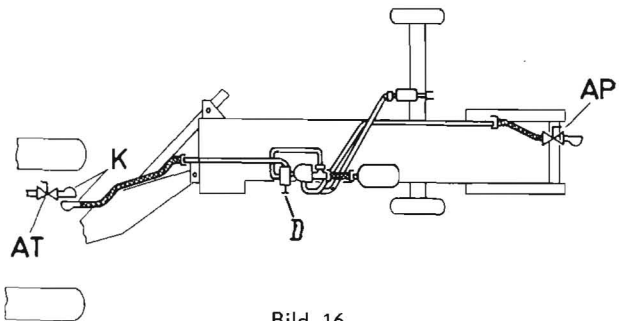

Bild 16
- Anschluß der Bremsanlage an den Traktor (Bild 16 – Bremsanlage mit Anhängerbremsleitung)
Zuerst ist festzustellen, ob der Absperrhahn am Traktor bzw. an der Hochdruckpresse geschlossen ist. Nach Öffnen der Stoubdeckel der Kupplungsköpfe können beide gekuppelt werden. Der Stift des Kupplungskopfes an der Hochdruckpresse greift dabei in das Ventil des Kupplungskopfes am Traktor. Der Absperrhahn am Traktor ist zu öffnen (Bild 16). Die Bremsanlage ist einsatzbereit. Nach dem Ankuppeln der Hochdruckpresse an den Traktor ist die Handspindelfeststellbremse zu lösen.
Es dürfen nur Anhänger benutzt werden, die eine eigene pneumatische Bremsanlage besitzen. Die Kopplung der Bremsanlage erfolgt sinngemäß wie zwischen Traktor und Hochdruckpresse (siehe Bild 16 und dazugehörigen Text).